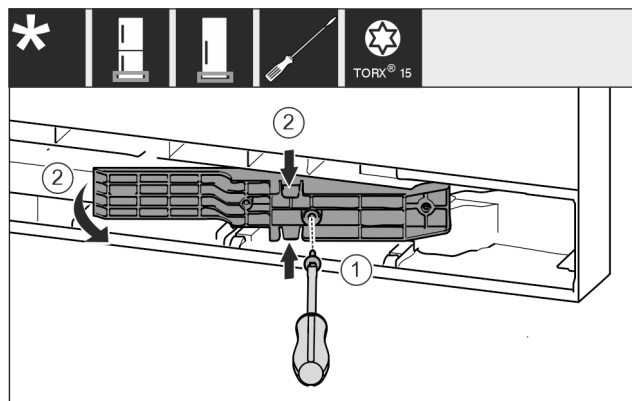

Fig. 18 *
- ▶ Allentare le viti con il cacciavite T15. Fig. 18 (1)*
- ▶ Estrarre l'adattatore. Fig. 18 (2)*